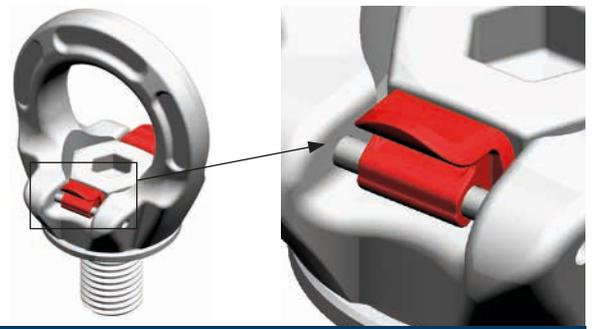

Bild 3: Stellung ‚A‘ – Beide Sperren berühren die Schraube. Nur bei Montage und Demontage zulässig
- Zum Einschrauben des Anschlagpunktes klappen Sie die beiden Sperren hoch, so dass diese an den Seitenflächen der Schraube vollständig anliegen (Stellung ‚A‘ – siehe Bild 3). Die Sperren werden durch eine Feder in dieser Position gehalten
Die Demontage erfolgt indem Sie die Klappen in Stellung ‚A‘ lt. Bild 3 bringen und den Anschlagpunkt ausschrauben. Bei der Variante PLGW-INOX „Basic“ ohne Sperren erfolgt das Ausschrauben mit einem Inbusschlüssel. Lagern Sie den Anschlagpunkt anschließend wie unter Punkt 5 angegeben. Schützen Sie das Gewinde an der Last durch geeignete Maßnahmen vor Beschädigung und Verschmutzung.